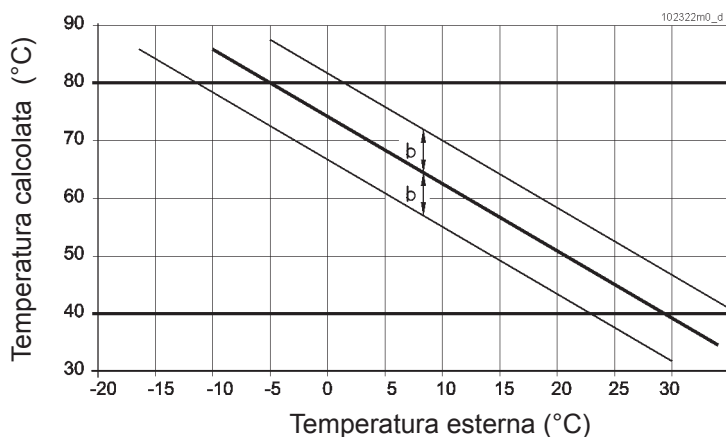

Figura 41 - Grafico della regolazione climatica (Influenza della regolazione del parametro "b")
- attraverso il comando "7" di figura 38 è comunque possibile eseguire delle piccole correzioni "b" evidenziate nella figura 41, ovvero spostare il parallelismo della retta in più o in meno a passi di 1 °C, fino a 10°C.